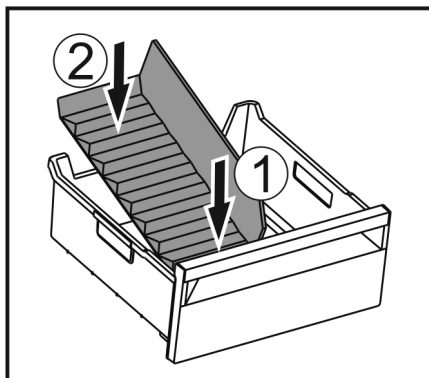

Fig. 232
- Umetnite prednji dio pregrade ladice za led. Fig. 232 (1)
- Spustite stražnji dio pregrade ladice za led do dna ladice. Fig. 232 (2)